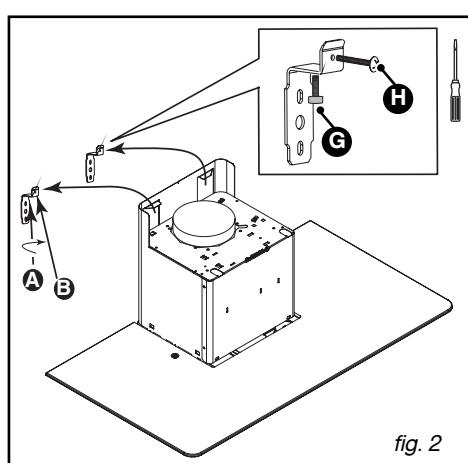

fig. 2
- Fixe o exaustor através dos cortes rectangulares aos 2 esquadros (fig. 2). O tamanho desses cortes permite-lhe um ajuste para a esquerda ou para a direita.
- Monte a válvula de retenção na saída do motor (fig. 2). Esta válvula de retenção permite obstruir a entrada de ar proveniente do exterior.